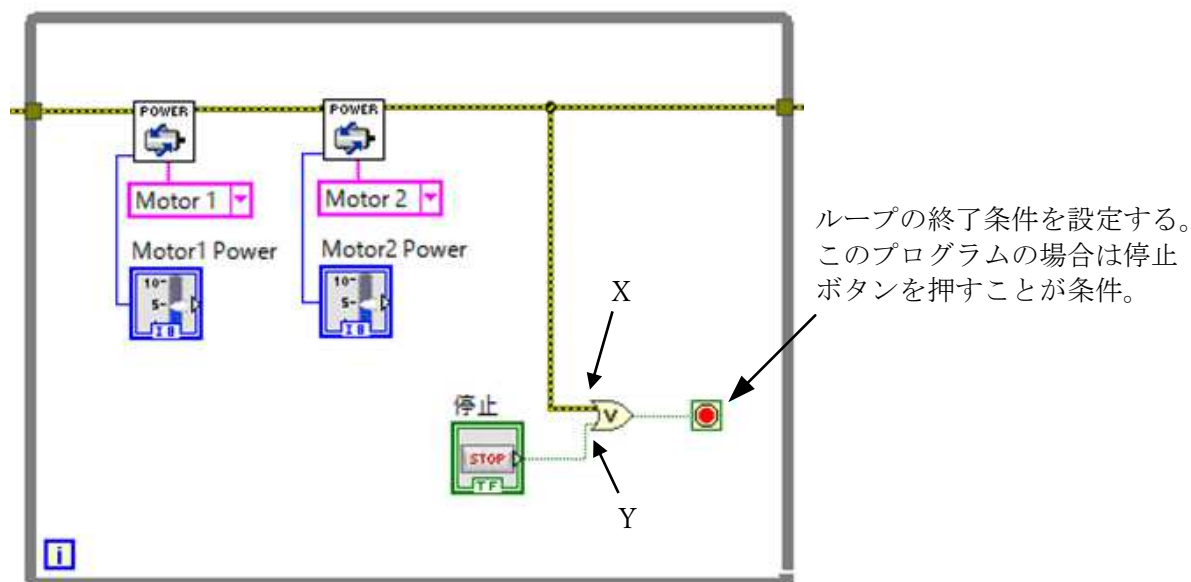
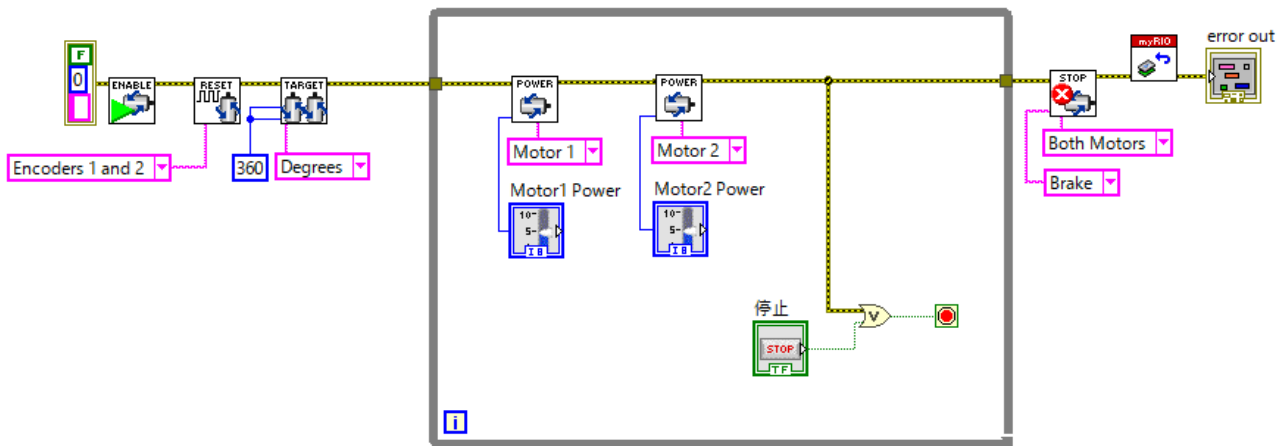
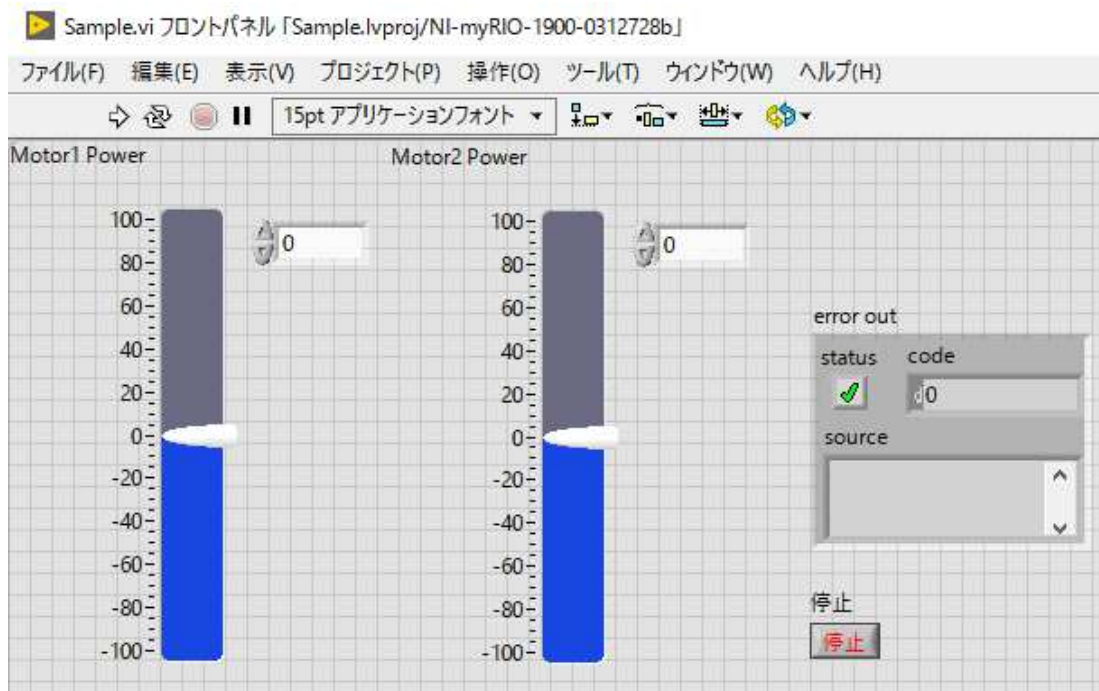

図 16 ループ終了条件の設定
図 17 モータ制御プログラムのブロックダイアグラム
図 18 モータ制御プログラムのフロントパネル
- (19) ブロックダイアグラムに停止ボタンのブロックが追加されていることを確認する。
- (20) ブロックダイアグラム上で右クリックして「プログラミング」→「ブール」→「Or」を選択し、Or ゲートを While ループ内に追加する。
- (21) 停止ボタンブロックと Or ゲートの入力 Y を接続する。
- (22) 「Motor_Expansion_Controller」から「TETRIX Stop DC Motors」ブロックを選択して While ループの外側に追加する（図 17 参照）。次に、2 つ目のモータを制御する「TETRIX Set Motor Power」ブロックの「Error/Flow Out」端子と「TETRIX Stop DC Motors」ブロックの「Error/Flow In」端子を接続する。
- (23) 「TETRIX Stop DC Motors」ブロックの「Select Channel」端子に定数ブロックを作成し、「Both Motors」を選択する（図 17 参照）。また、「Stop Mode」端子にも定数ブロックを作成し、「Brake」を設定する。
- (24) 「TETRIX Set Motor Power」ブロックと「TETRIX Stop DC Motors」ブロックを接続する線から延長線を作成し、Or ゲートの入力 X に接続する。延長線は、カーソルを線に近づけたとき、カーソルが糸巻きのようなものに変化した状態でドラッグすると生成される。
- (25) Or ゲートの出力とループ終了ブロック（図 16 参照）を接続する。
- (26) ブロックダイアグラム上で右クリックし、「myRIO」→「Device Management」から「Reset」ブロックを選択し、ブロックダイアグラムに追加する（図 17 参照）。また、「TETRIX Stop DC Motors」ブロックの「Error/Flow Out」端子と「Reset」ブロックの「Error/Flow In」端子を接続する。
- (27) 「Reset」ブロックの「Error/Flow Out」端子を右クリックして「作成」→「表示器」を選択し、エラーコードの表示器を生成する。
- (28) フロントパネルに制御器や表示器（モータの制御器 2 つ、停止ボタン、エラーコードの表示器）が全て生成されているか確認し、位置や大きさを見やすいように調節する。（図 18 参照）
モータ制御プログラムの作成手順は以上である。完成したブロックダイアグラムを図 17 に、フロントパネルを図 18 にそれぞれ示す。